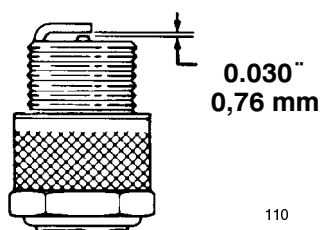

Figure 31
3. Réglez l'écartement des électrodes de la bougie neuve à 0,76 mm (Fig. 31).